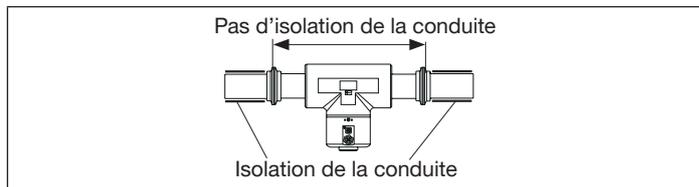
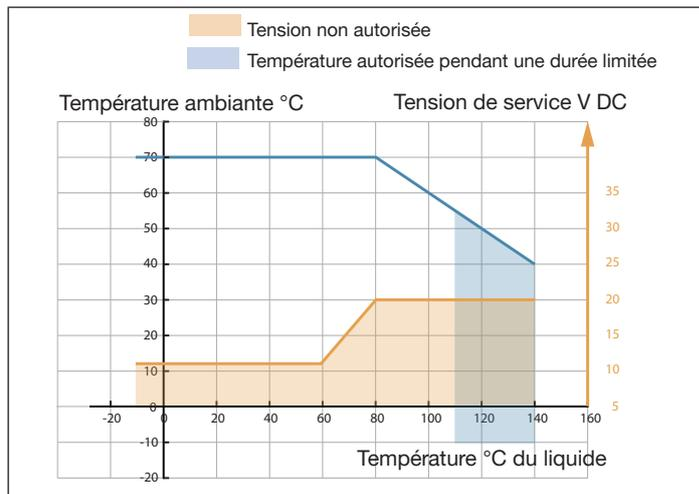

Fig. 10 : Isolation thermique de la conduite
Fig. 15 : Tension d'alimentation minimale en fonction de la température ambiante et de la température du liquide
→ Si la conduite est équipée d'une isolation thermique, ne pas isoler thermiquement le tube de mesure de l'appareil pour s'assurer que la température dans l'appareil reste inférieure à 70°. Voir Fig. 10 et, pour la tension d'alimentation minimale, voir Fig. 15.
- Respecter la tension d'alimentation minimale, voir Fig. 15.